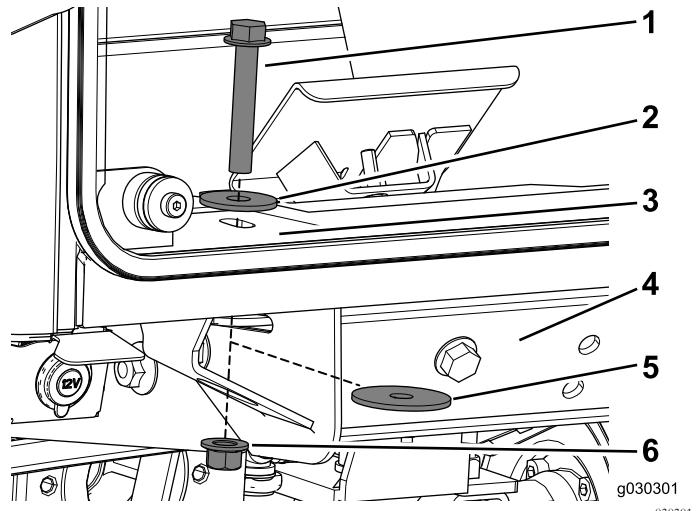

Figure 20
7. Utilisez un boulon ($\frac{1}{2} \times 3$ po), une rondelle de butée, une grande rondelle et un contre-écrou pour fixer la cabine sur les supports avant sur la machine (Figure 20).